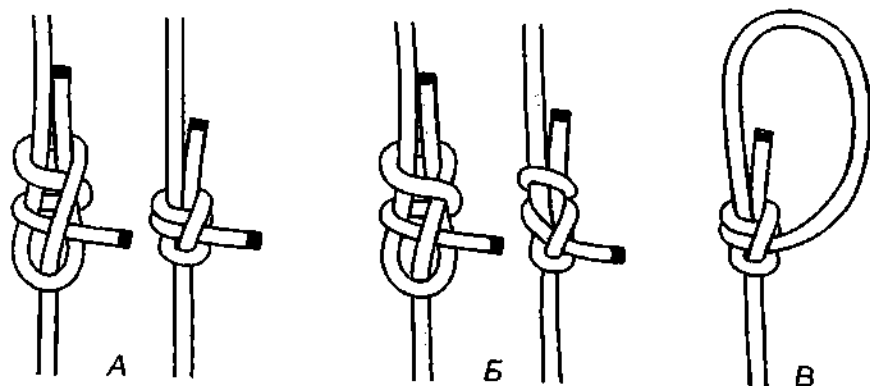

Рис. 896. 4-й вариант **шкотового узла** со шлагом. А – **брам-шкотовый узел**, Б – **шкотовый узел** со шлагом; В – **дважды перекрученный бу-линь**.
**Брам-шкотовый узел**, как и **шкотовый**, своё название получил от брам-шкота – снасти, растягивающей нижние углы верхних парусов брамселей (рис. 896 А). Он прочнее **шкотового узла** и на жёстких или гладких синтетических верёвках держит намного лучше. **Брам-шкотовый узел** не следует путать со **шкотовым узлом** со шлагом 3-го варианта (рис. 895), которые отличаются визуально и вяжутся иначе.